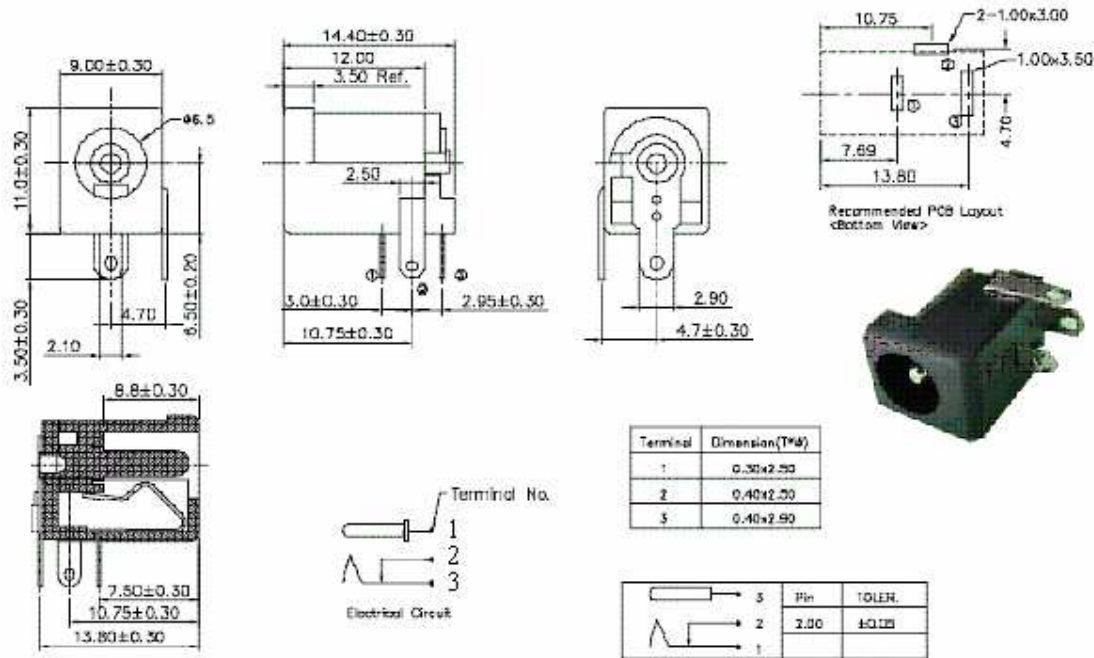

Figura 7. Conectorul de alimentare
c) Conectorul de alimentare va avea capsula prezentată în **figura 7**. Cele două niveluri de masă vor fi conectate împreună la terminalele 2 și 3 ale conectorului de alimentare, printr-o zonă de cupru de 2 mm latime. Această conexiune va fi specificată atât în schema electronică, cât și în biblioteca de capsule.